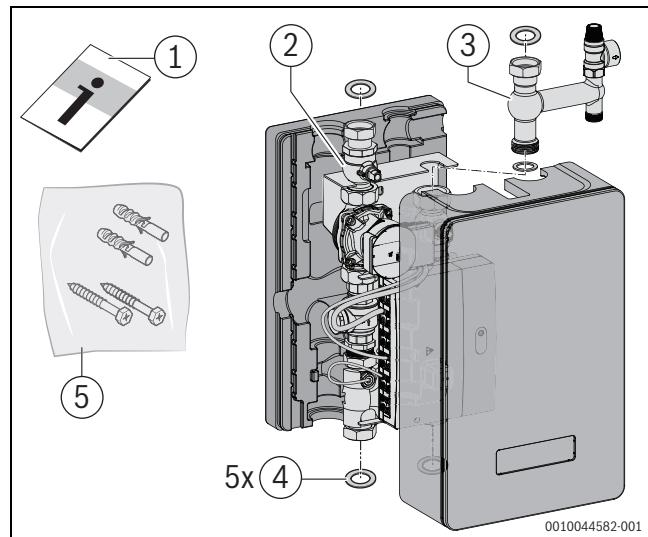

Bild 3 Lieferumfang HB-Set HYC25
- Anschluss-Set Hybrid inklusive Hybrid-Modul (→ Bild 3).